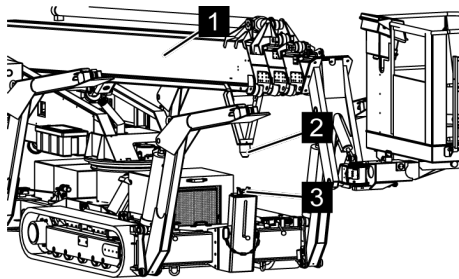

Fig. 98: Monter le bras télescopique
1. ➔ Monter le bras télescopique (Voir la Fig. 98/1), jusqu'à ce que le centrage du support (Voir la Fig. 98/2) soit à environ 35 à 40 cm du support du bras télescopique (Voir la Fig. 98/3).